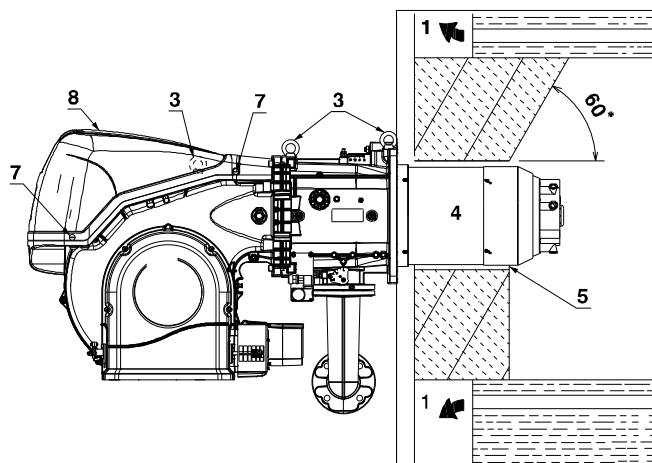

Fig. 15
Para calderas con paso de humos delantero 1)(Fig. 15) o con cámara de inversión de llama, colocar una protección de material refractario 5) entre el refractario de la caldera 2) y el tubo llama 4).
Preparar un sistema de elevación adecuado enganchándose con los anillos 3)(Fig. 15), después de haber quitado los tornillos 7) de fijación de la tapa 8).
- Colocar la protección térmica suministrada con la instalación en el tubo llama 4)(Fig. 15).